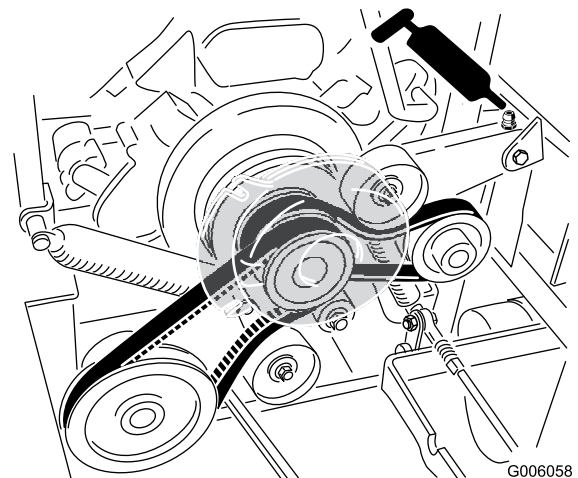

Figura 30
7. Engrase el brazo tensor de la correa de la bomba (Figura 30).